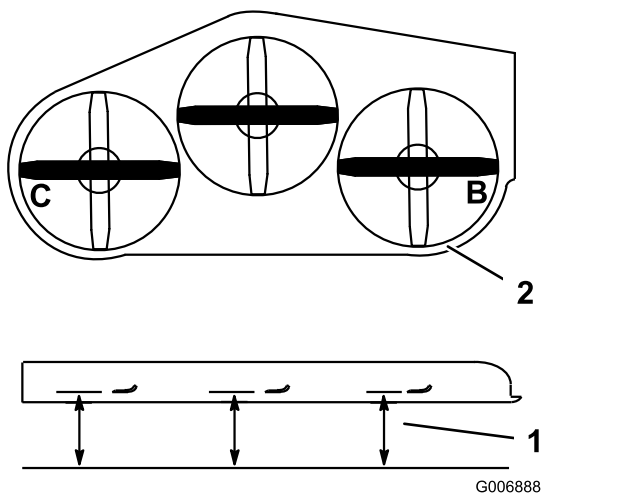

Figure 91
4. Aux points **B** et **C**, mesurez l'écart entre une surface plane et le tranchant de la pointe des lames (Figure 91).